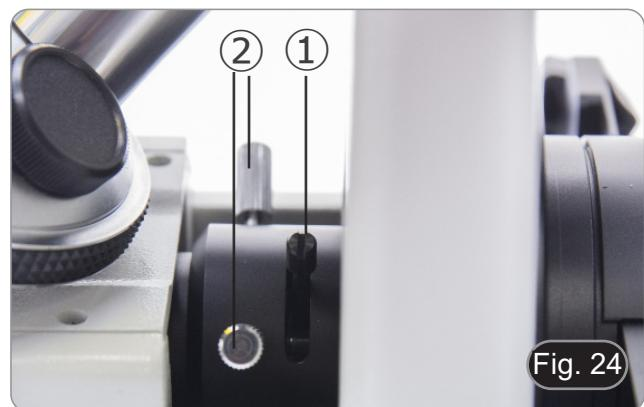

Fig. 24
2. Ruotare la leva del diaframma di campo ①, per chiudere completamente il diaframma. (Fig. 24)
3. Ruotare le due viti di centraggio ② per portare l'immagine del diaframma nel centro del campo visivo.